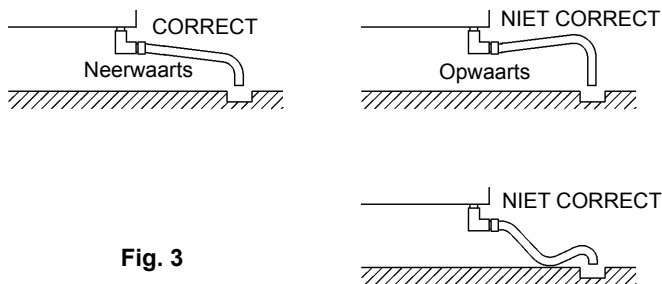

Fig. 3
- \* Om terugstroming in de opslagbunker te voorkomen, moet de afvoerslang worden gelegd zoals in fig. 3.